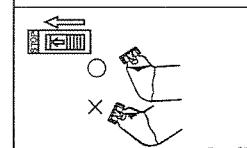

Рис. 17
- 1) Летом если Вы остановили двигатель для того, чтобы сделать перерыв в работе, будьте осторожны. Внутренняя герметизирующая часть крышки топливного блока не погружена в топливо, как показано на иллюстрации. Если воздушное отверстие погрузится в топливо, оно может дать течь из-за повышенного внутреннего давления в баке. (Рис. 17)